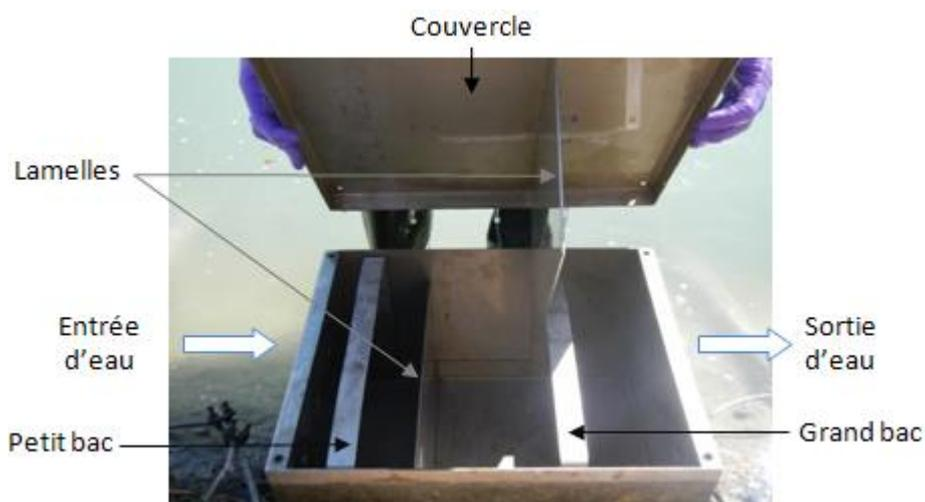

Figure 1 : Présentation d'un piège à particules immergé en inox de dimension 40 x 30 x 25 cm
Un piège à particules est un dispositif immergé permettant de récolter des échantillons de matières en suspension sur une longue période (système passif et intégratif). Il se présente sous la forme d'une boîte en inox Marine (316), à l'intérieur de laquelle l'eau entre et sort librement. L'intérieur de la boîte est équipé de deux lamelles de ralentissement successives, alternées avec deux bacs de récupération amovibles. L'eau s'écoule en surverse puis en sous-verse, et les particules décantent au fond du piège (voir figure 1 et 2). Elles sont ensuite récupérées par retrait des bacs.
Le piège à particules doit être placé dans le cours d'eau de sorte à être totalement immergé. Il doit être positionné à plat, parallèlement à l'écoulement, avec le petit bac en amont du cours d'eau et le grand bac en aval (comme illustré sur les figures 1 et 2).